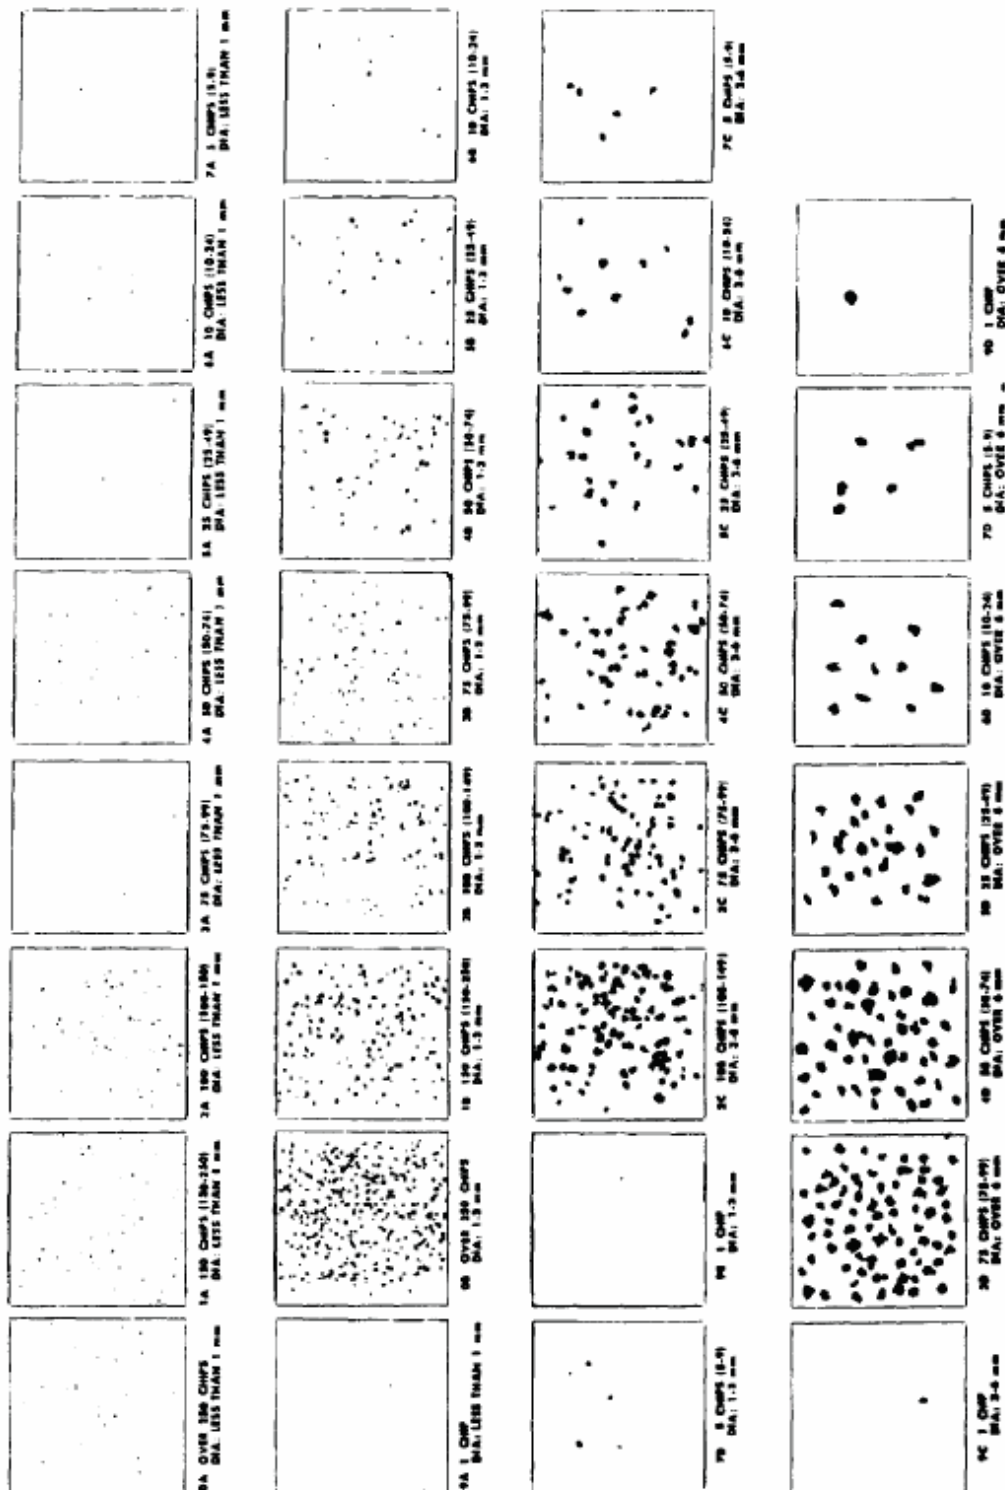

图 3——碎片评定标准 (仅用于说明)
4、6 碎片评定标准——一张详细记录的透明片描述了每个碎片的尺寸和形状。图 3 是该透明片的图像。图 3 只用作说明而已。